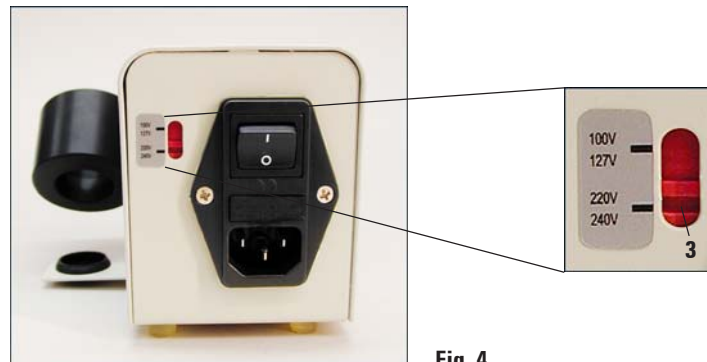

Fig. 4
O aparelho vem configurado de fábrica para 220 a 240 V, 50/60 Hz (**Fig. 4**). Se for necessário alterar a tensão, insira uma chave de fenda na fenda (3) e modifique a configuração para o valor desejado.